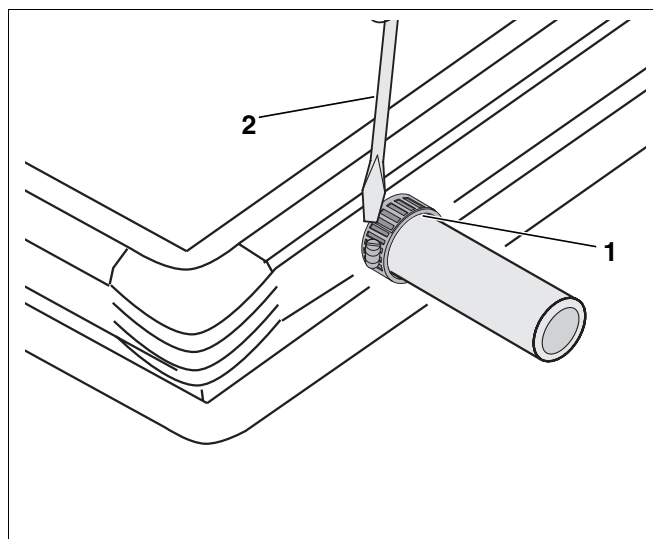

Fig. 2 Montagem – Abraçadeiras de aparafusar de aço inoxidável
- Aplique as abraçadeiras de aparafusar de aço inoxidável (Fig. 2, **Item 1**).
- Aperte manualmente as abraçadeiras de aparafusar de aço inoxidável com uma chave de parafusos (aprox. 2–3Nm) (Fig. 2, **Item 2**).